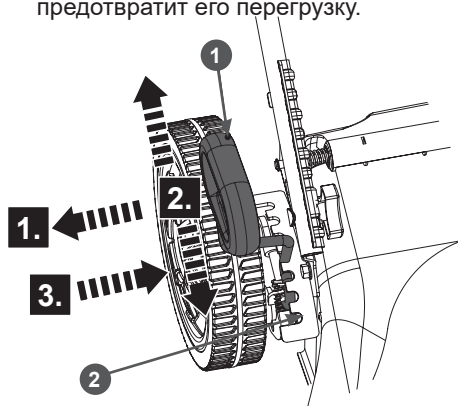

Рис. 15. Регулировка высоты скашивания
- А) выведите рычаг 1 регулировки из зацепления с зубчатой гребенкой 2 (Рис. 15);
- Б) переместите рычаг в требуемое положение и снова введите в зацепление рычаг 1 и гребёнку 2 (Рис. 15). В соответствии с разделом ЗАПУСК ДВИГАТЕЛЯ запустите двигатель и прогрейте его. После прогрева двигателя включите привод хода, нажав рычаг включения хода, и начните работу.
3. При кошении высокой травы установите максимальную высоту скашивания рычагом регулировки (Рис. 15). Это снизит нагрузку на двигатель и предотвратит его перегрузку.